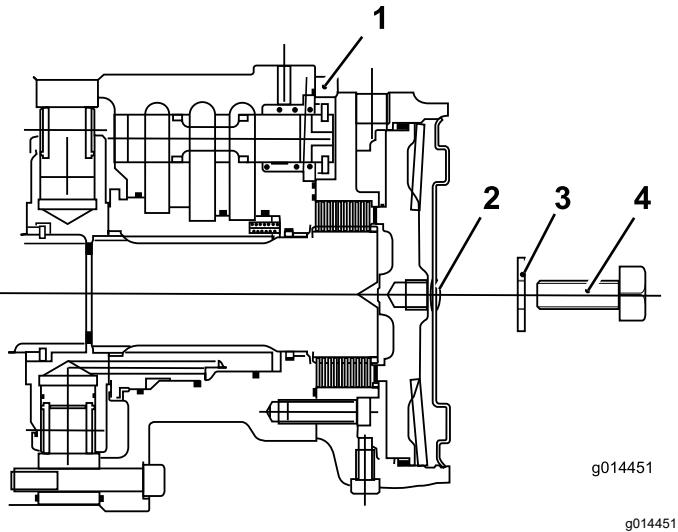

Bild 34
7. Führen Sie eine Schraube (12 x 40 mm) und eine Unterlegscheibe (12 mm) durch das Loch in der Mitte der Motorenendplatte (Bild 34).
8. Ziehen Sie die Schraube im Gewindeloch des Bremskolbens an, bis sich die Bremse löst (Bild 34).